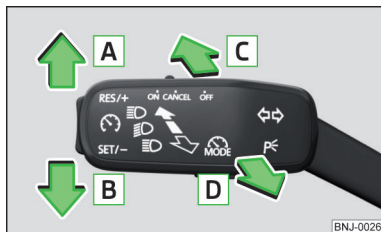

Fig. 48
Positioner for betjeningsarmen » Fig. 48
- Tryk betjeningsarmen helt til positionen **A** eller **B** » Fig. 48 på side 59.